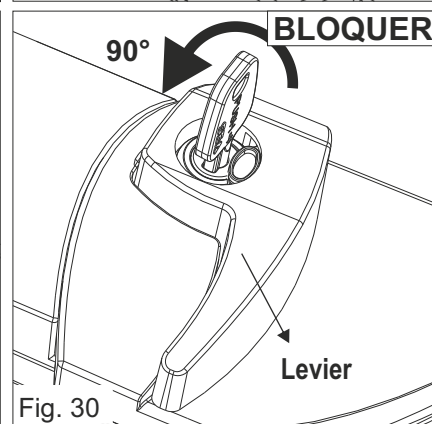

Fig. 30
- 2) Tournez la clé à 90° dans le sens inverse des aiguilles d'une montre (Fig. 30)